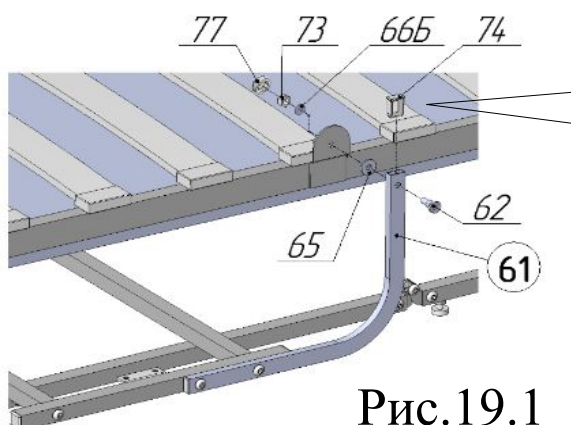
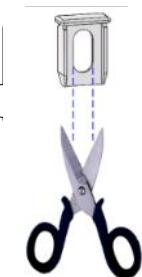

Рис.19.1
Рис.19.2
21. В тяги-уголки поз.61 вставить заглушки 10x20 поз.74, расширив подрезанием места прохождения спецвинта поз.62 (рис.19.2). Между тягой-уголком поз.61 и кронштейном рамы установить шайбу пластмассовую Ø10x18 поз.65 (рис.19.1). Присоединить к раме кровати концы тяг-уголков поз.61. с помощью спецвинтов малых поз.62,